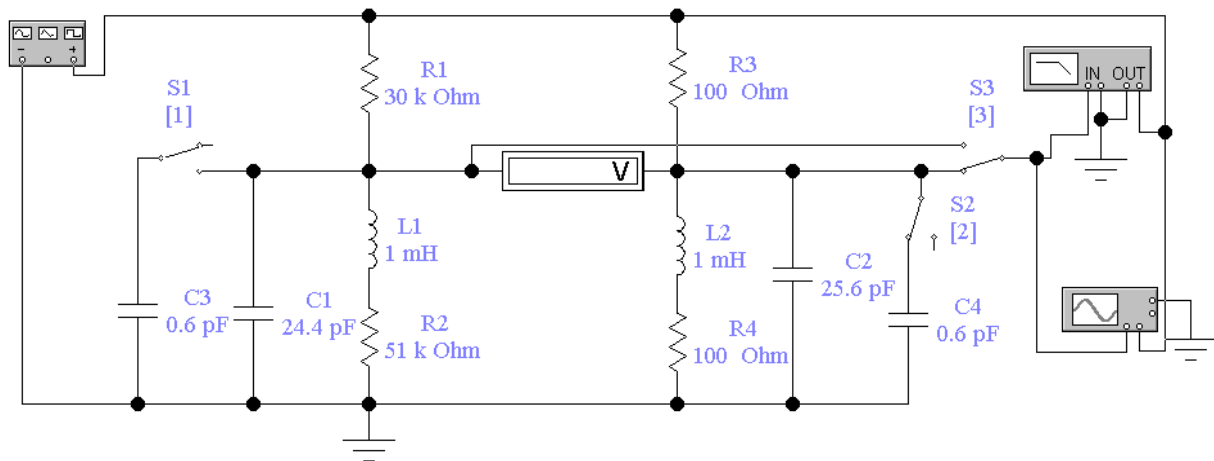

Рисунок 4.3 -Схема для проведення експерименту
1. Зібрати схему, показану на рис. 4.3 в програмному середовищі *Electronics Workbench*, *Every Circuit* (<https://everycircuit.com/app/>), *Falstad* (<https://www.falstad.com/circuit/circuitjs.html>), або іншому середовищі для побудови електричних схем.